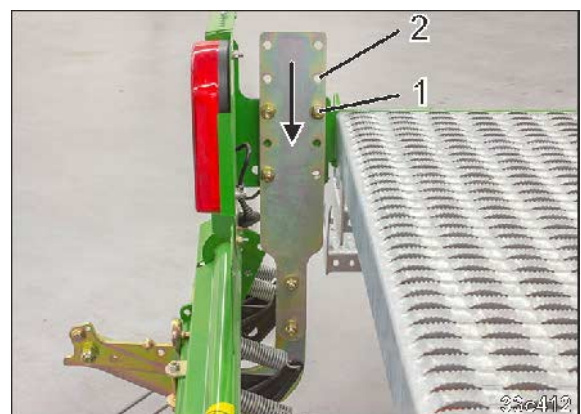

図 171
- 4.1 ねじを外します (図 171/1)。
- 4.2 新しい穴のパターンにホルダを置きます (図 171/2)。